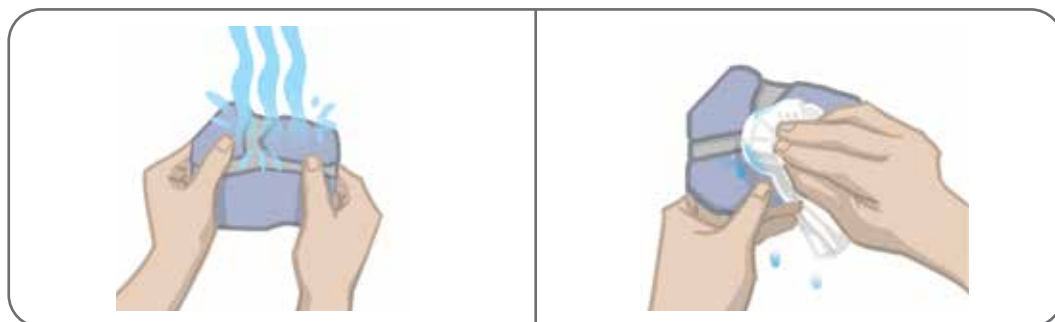

Figura 6-7: Umezirea electrodului și îndepărtarea excesului de apă
3. Umeziți cu apă întregul electrod direcțional. Consultați Figura 6-7.
4. Îndepărtați excesul de apă de pe electrodul direcțional folosind o cârpă. Consultați Figura 6-7.